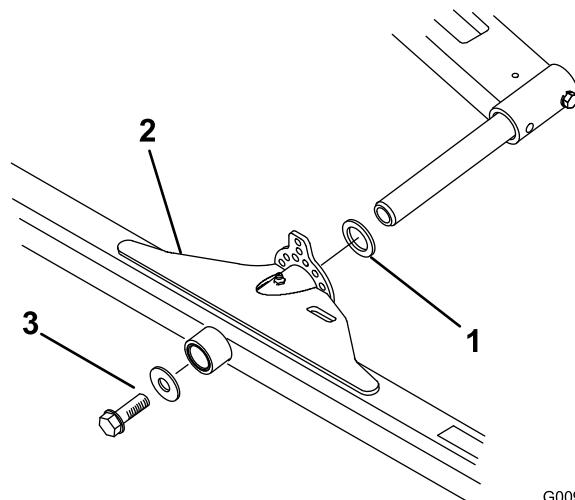

Figure 9
1. Glissez une rondelle de butée sur la tige de pivot du bras de relevage (Figure 9).
2. Poussez le bâti porteur du plateau de coupe sur la tige de pivot et fixez-le avec une rondelle plate et une vis à embase (Figure 9).